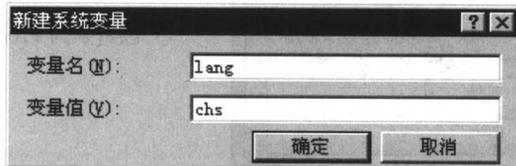

图 1.1.1 “新建系统变量”对话框
Step5. 在如图 1.1.1 所示的“新建系统变量”对话框中，创建“变量名”为 lang、“变量值”为 chs 的系统变量。